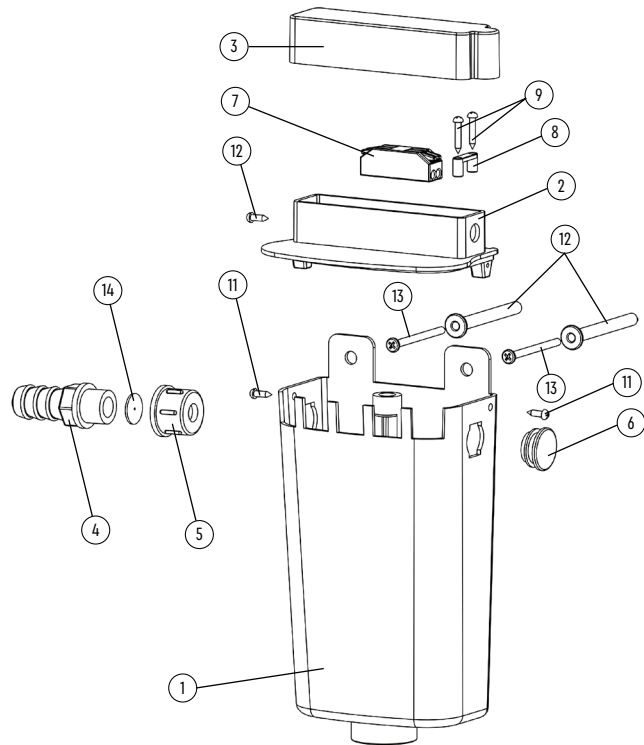

Рисунок 1.
3.4.2. Зніміть кришку (3) «Рисунок 1» після видалення бічного гвинта (10).
Даний пристрій був розроблений для роботи з конденсатом, який надходить з кондиціонера через штуцер (4) (рисунок 1). Зазначений штуцер може бути розміщений в будь який з двох отворів на корпусі Випаровувача, вибір якого буде залежати від того, де знаходиться вихідний патрубок (дренажна трубка) від кондиціонера. А в інший отвір підключаємо зливний патрубок для відведення води при переповненні (при відключенні Випаровувача). Ця варіація робить монтаж практичнішим і простішим.